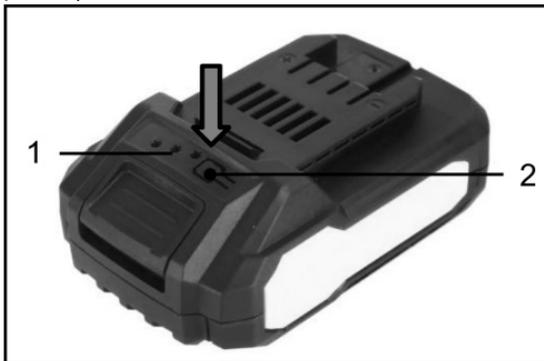

Рисунок 6. Схема перевірки рівня заряду акумуляторної батареї.
- натиснути та утримувати кнопку акумуляторної батареї (2, рис. 6), що розташовується на верхній панелі акумулятора;
- перевірити рівень зарядженості акумулятора: під час утримання кнопки залежно від стану заряду батареї почнуть світитися відповідні індикатори (1, рис. 6).